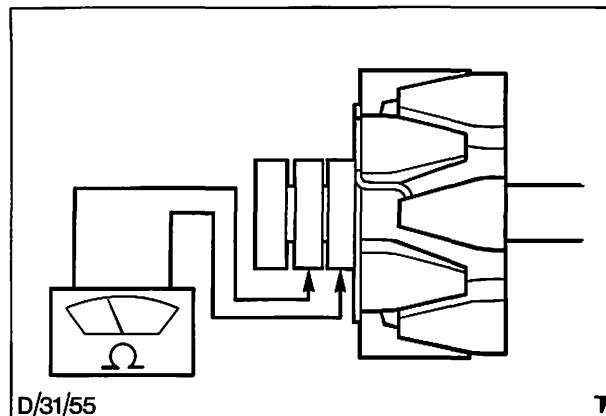

Abb. 79 Läuferwicklung auf Durchgang prüfen
a) Läuferwicklung auf Durchgang prüfen. Abb. 79.